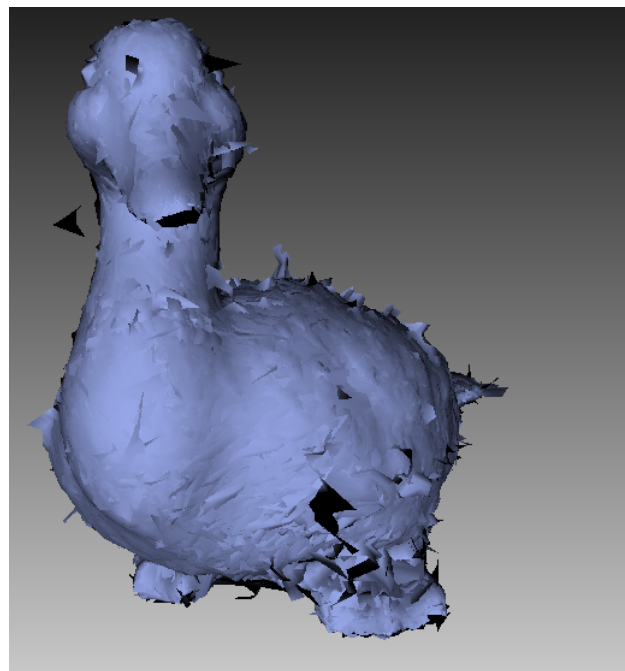

Рис. 8.28: Результат совмещения
3. Нажмите кнопку *Сборка*. Результат совмещения должен быть аналогичен приведенному на Рис. 8.28. Если вы не удовлетворены результатами совмещения, нажмите кнопку ↶ и следуйте рекомендациям, приведенным в параграфе Ручная жесткая сборка с указанием пар точек.